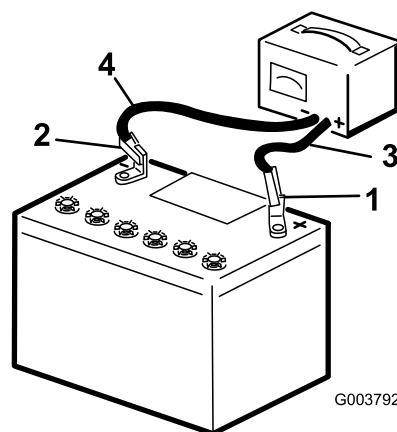

Figura 57
- Cargue la batería durante 4 a 8 horas a un ritmo de 3 a 4 A (Figura 57). No sobrecargue la batería.
- Cuando la batería esté completamente cargada, desconecte el cargador de la toma de electricidad, luego desconecte los cables del cargador de los bornes de la batería (Figura 57).